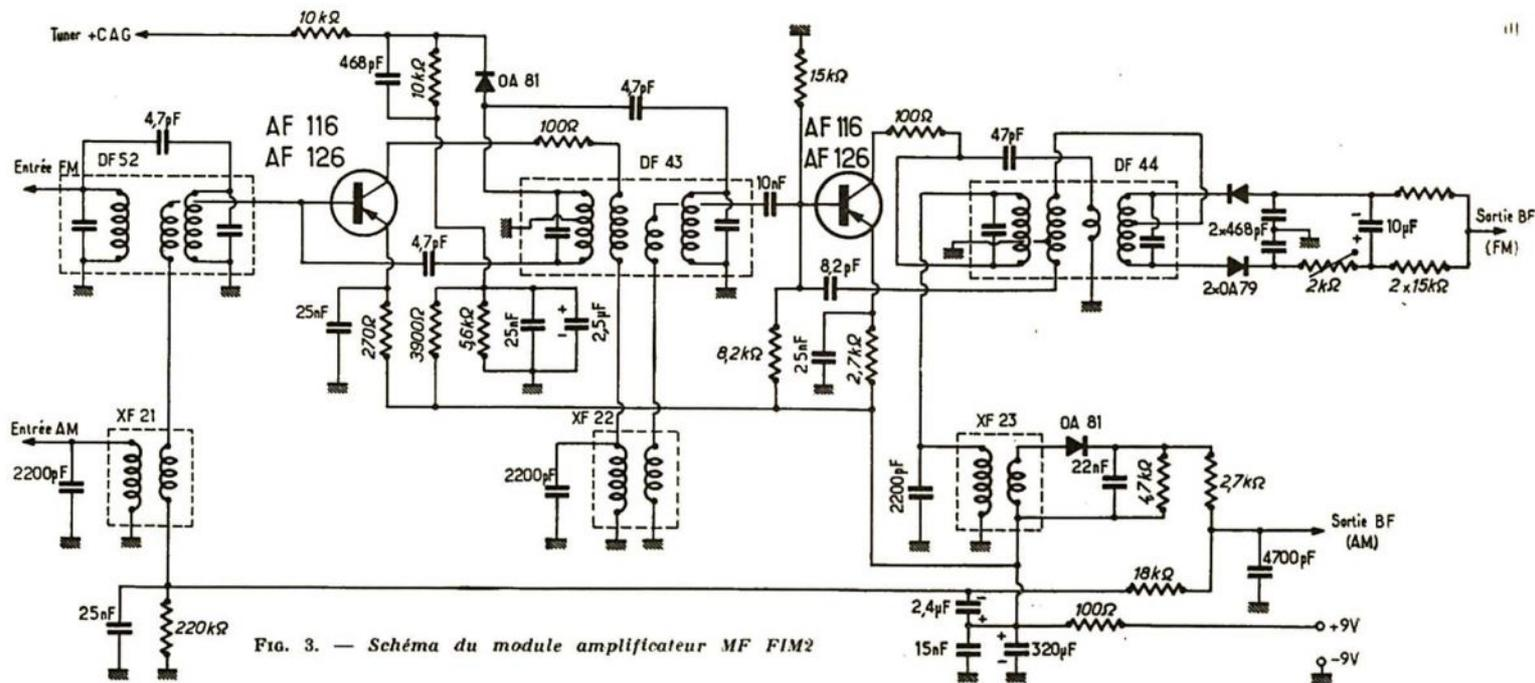

Fig. 3. — Schéma du module amplificateur MF FIM2
**La platine amplificatrice FI mixte AM/FM :** le schéma de cette platine est celui de la figure 3